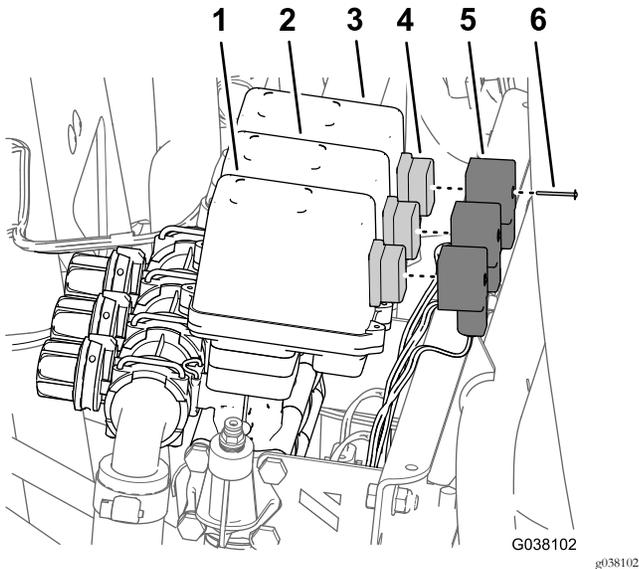

図6
1. 右側散布バルブから、ワイヤハーネスの、RIGHT SPRAY VALVE というラベルのついているコネクタコネクタが3つを取り外す 図6。
2. 散布バルブから、ワイヤハーネスの3コネクタコネクタを外す 図6。